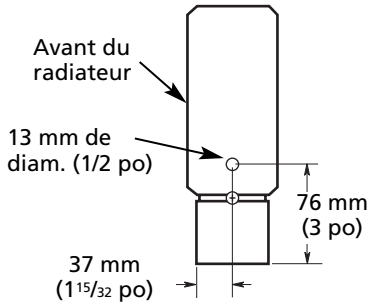

Figure 11 – Motif de perçage du capuchon d'extrémité
5. Le raccordement des câbles d'alimentation peut être acheminé d'un radiateur à l'autre en perçant un trou de 13 mm (1/2 po) de diamètre dans les capuchons d'extrémité pour les radiateurs qui s'adaptent ensemble. Voir la Figure 11, page 5. Afin d'éviter la possibilité de dommages au câblage interne du radiateur, le perçage de tous les capuchons d'extrémité doit être effectué lorsqu'ils sont enlevés du radiateur.